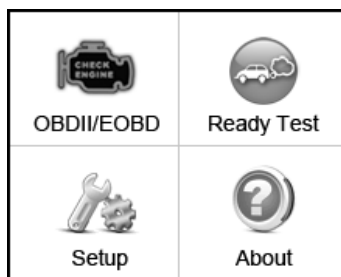

Figura 5.1
- Use el botón de **DESPLAZAMIENTO** para seleccionar **Prueba Lista** desde la **Pantalla Principal** (Figura 5.1). y presione el botón **INGRESAR/Salir**.